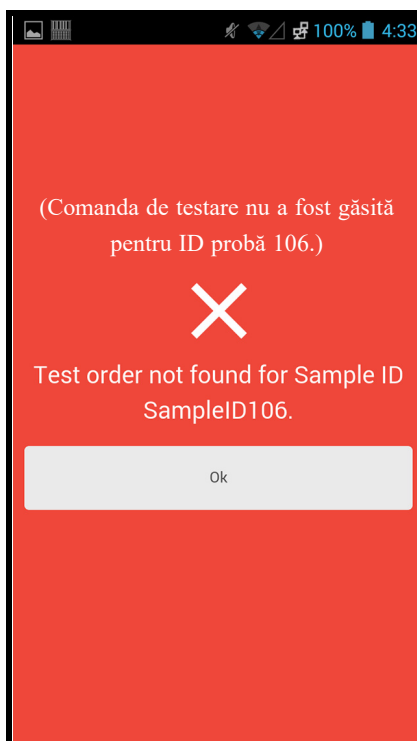

Figura 5-104. Ecranul de eroare al scannerului Cepheid Link (Nu s-a găsit comanda (X roșu))
- 3) Dacă nu a fost găsită o comandă, va fi afișat ecranul Eroare (Error) (Nu s-a găsit comanda (Order Not Found) (X roșu)) (consultați Figura 5-104). Atingeți butonul **Ok** pentru a reveni la ecranul Scanare probă (Scan Sample).
- 5) Dacă nu a fost găsită o comandă, va fi afișat ecranul Eroare (Error) (Nu s-a găsit comanda (Order Not Found) (X roșu)) (consultați Figura 5-104). Atingeți butonul **Ok** pentru a reveni la ecranul Scanare probă (Scan Sample).